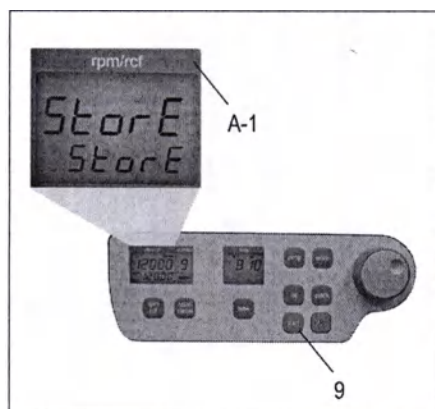

Рисунок 3
- Все изменения в настройках должны быть подтверждены кнопкой «start» [запуск] (9). В качестве визуального подтверждения на дисплее «rpm/rcf» [об/мин / центробежное ускорение] (A-1) появится слово «store» [сохранить]. Только после этого изменения в настройках будут действительны (см. Рисунок 3)!